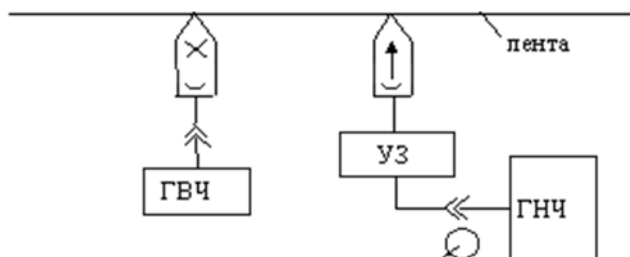

Рис. 4.2. Функциональная схема стенда для записи сигнала на магнитную ленту.
Исследование степени стирания сигнала состоит из трех самостоятельных этапов: запись сигнала на магнитную ленту; процесс стирания и измерение остаточной намагниченности носителя. Запись сигнала на магнитную ленту производится на стенде, функциональная схема которого приведена на рис. 4.2.
На рис. 4.2 символом  показан разъем для подключения ГНЧ, который находится со стороны задней крышки магнитофона. Из функциональной схемы стенда видим, что отсутствует генератор стирания, то есть ГСП, следовательно, запись сигнала возможна только на чистую, без записи, магнитную ленту. Перед записью лента должна быть размагничена специальным размагничивающим устройством. При этом необходимо помнить, что катушку с магнитной лентой надо снять с магнитофона с целью исключения выхода из строя усилителя записи (УЗ) и универсальной головки достаточно сильным переменным магнитным полем, создаваемым размагничивающим устройством. Для записи сигнала магнитофон включается в режим записи нажатием кнопки .
6. Записать на магнитную ленту сигнал частотой 1000 Гц, амплитудой 200 % по отношению к номинальной. Методика записи аналогична п.4.1.1. Запись производится на чистом участке магнитной ленты, продолжительность порядка 15 мин, скорость движения магнитной ленты 9,53 см/с. Схема стенда для записи приведена на рис. 4.2. По окончании записи ленту перемотать на начальный участок записи.